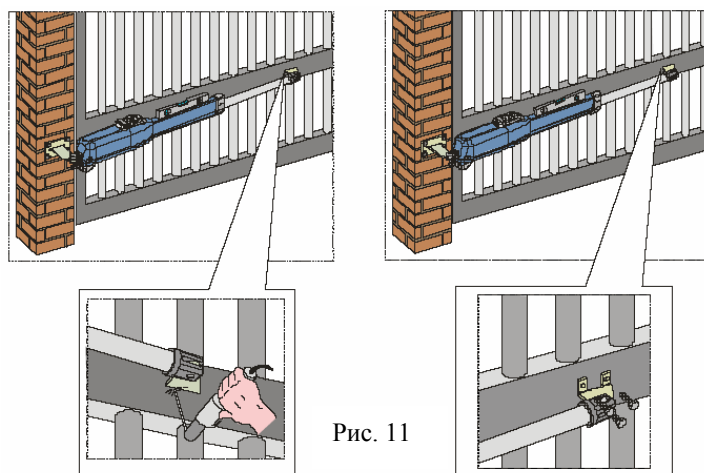

Рис. 11
- снимите передний кронштейн с привода и закрепите его на створке ворот при помощи сварки см. рис. 11.